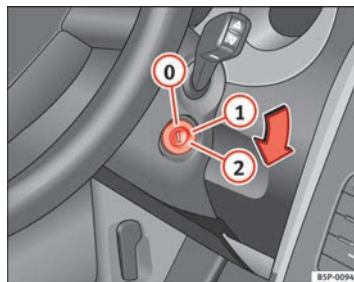

Abb. 139 Stellungen des Zündschlüssels
In dieser Stellung ⇒ Abb. 139 sind die Zündung und der Motor ausgeschaltet und die Lenkung kann gesperrt werden.
- Drehen Sie den Zündschlüssel in Stellung ⇒ Abb. 139 ①. Beim Vorglühen des Motors leuchtet die Kontrollleuchte  auf. ►
- Wenn die Kontrollleuchte ausgeht, drehen Sie den Zündschlüssel in Stellung ② zum Anlassen des Motors - geben Sie kein Gas.
- Drehen Sie den Zündschlüssel in Stellung ⇒ Abb. 139 ①. ►